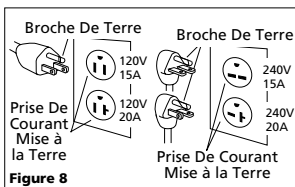

Figure 8
1. Ce produit doit être mise à la terre. Lors d'un court-circuit, la mise à la terre diminue le risque de secousse électrique en fournissant un fil d'échappement pour le courant électrique. Le modèle est équipé d'un cordon avec une broche de terre qui correspond aux types de prises de courant indiquées sur la Figure 8. Si la fiche ne correspond pas dans la prise de courant désirée, la faire remplacer par un électricien qualifié. terre correctement en respectant tous les codes et règlements locaux.
1. Si la fiche sur le cordon d'alimentation du modèle vous paraît étrange ou si la fiche ne correspond pas à votre prise de courant, se référer à la Figure 8 pour une explication des différentes fiches et des tensions que vous pouvez utiliser avec ces fiches.
Les moteurs à tension double peuvent être branchés pour soit 120 volts ou 240 volts. Déterminer la tension installée à l'usine pour votre compresseur en comparant la fiche sur le cordon avec les prises indiquées sur la Figure 8. Se référer à la décalcomanie sur le moteur afin de changer de tension basse à tension haute.